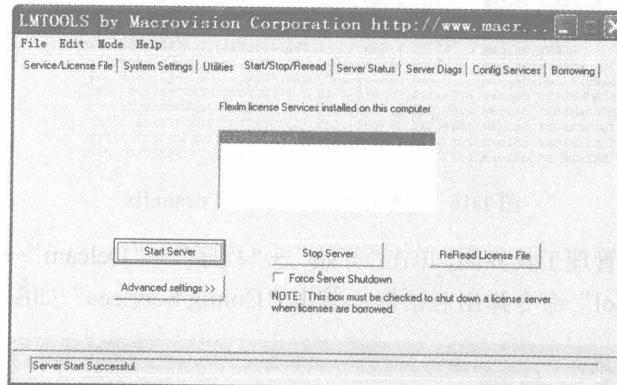

图 1-19 授权管理工具“Start/Stop/Reread”选项卡
⑥ 再在界面中单击“Start/Stop/Reread”选项卡，如图 1-19 所示，单击 Start Server 按钮，启动浮动授权管理。至此，“网络版”的 PowerMILL 软件就可以在服务主机上运行了。